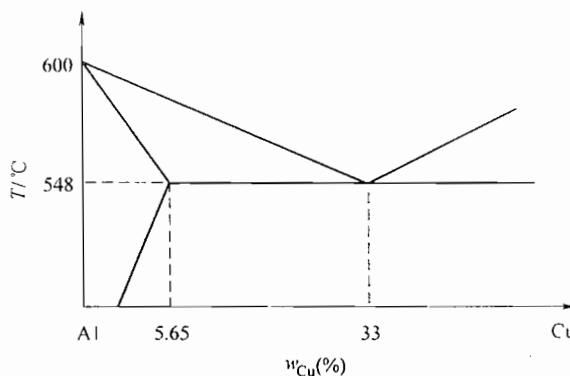

图 27-6 第七题第 1 小题图
1. 图 27-6 为 Al-Cu 二元合金相图，今将含 $w_{\text{Cu}} = 2\%$ 的合金棒在固相中无扩散、液相中完全混合、液固界面平面推进的条件下进行不平衡凝固 (忽略成分变化引起的体积变化)。计算凝固始端固相的成分；确定凝固结束后共晶体占铸锭棒长的体积百分数，并示意画出合金棒中溶质 (Cu) 浓度分布曲线。